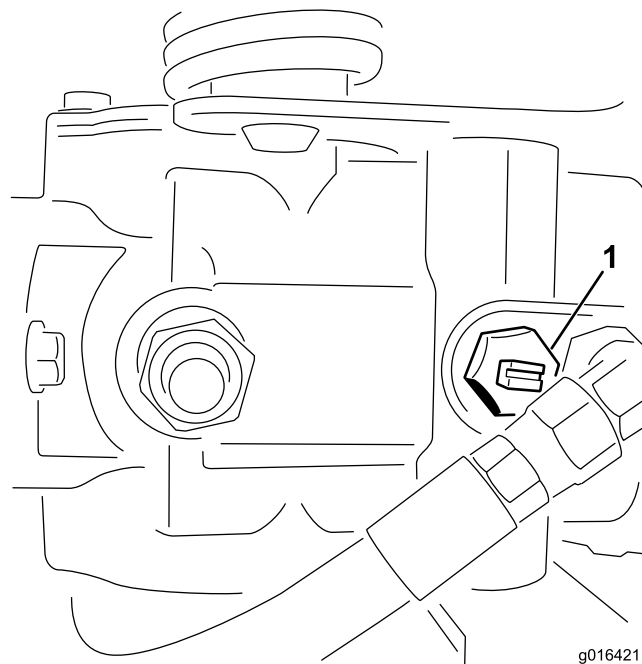

Bild 32
1. Ermitteln Sie das Sicherheitsventil an der Pumpe und drehen Sie es, sodass der Schlitz vertikal ist (Bild 32).
2. Schließen Sie vor dem Starten des Motors das Sicherheitsventil. Drehen Sie den Schlitz des Ventils in die horizontale Stellung (Bild 32).